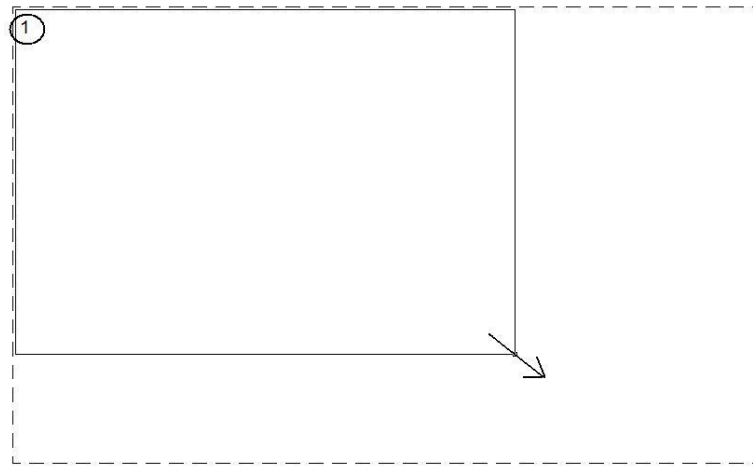

Figura 44 - Construção do Formato
- Com o comando Single Viewport crie uma janela por toda dimensão da folha branca. Sem ultrapassar os limites da folha pontilhada. Clique no ponto 1 e arraste até a diagonal oposta, conforme figura 44